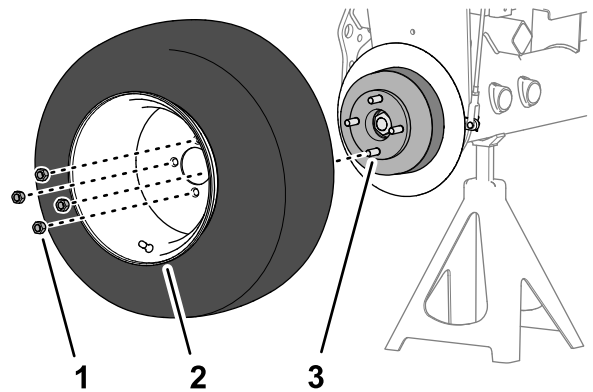

图 63
1. 卸下将前车轮固定至轮毂的 4 个车轮螺母然后卸下车轮图 63。